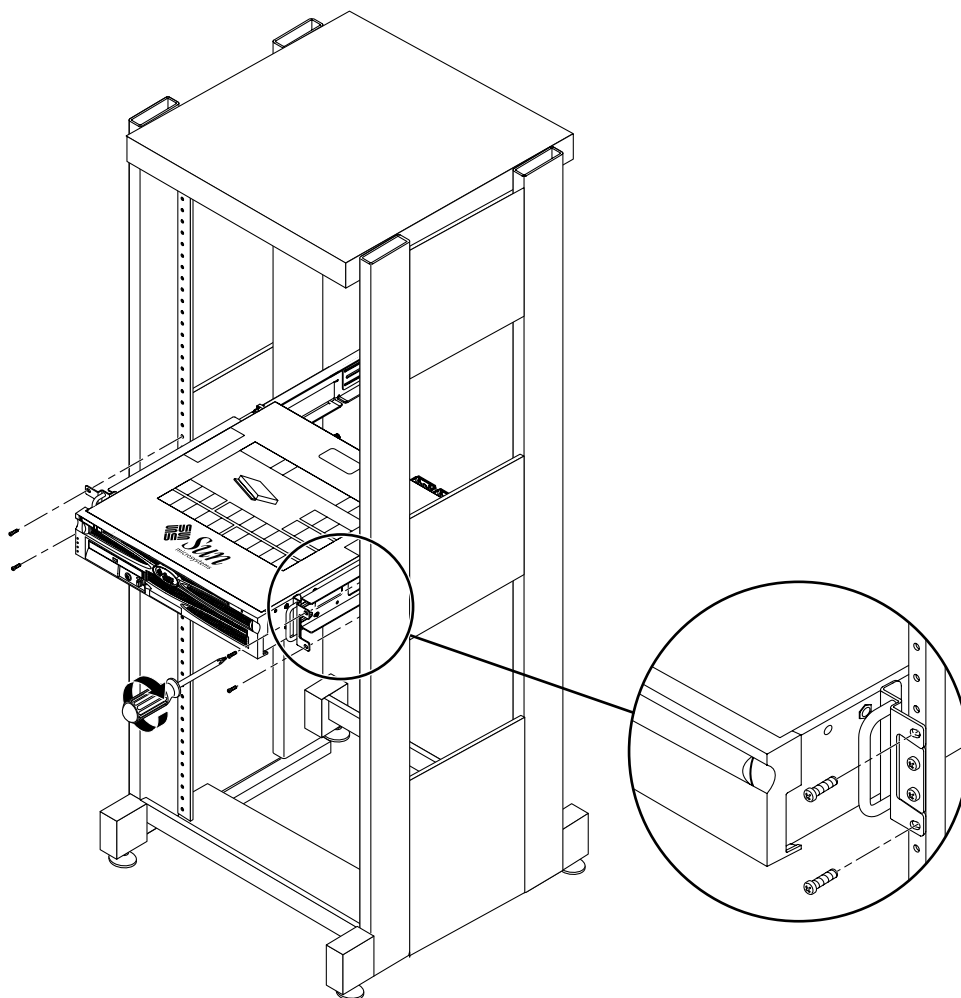

FIGURE 3-22 Fixation de l'avant du serveur à l'avant de l'armoire
17. Passez à l'avant de l'armoire et, à l'aide de deux vis de chaque côté, fixez les rails latéraux placés sur le serveur à l'avant de l'armoire (FIGURE 3-22).